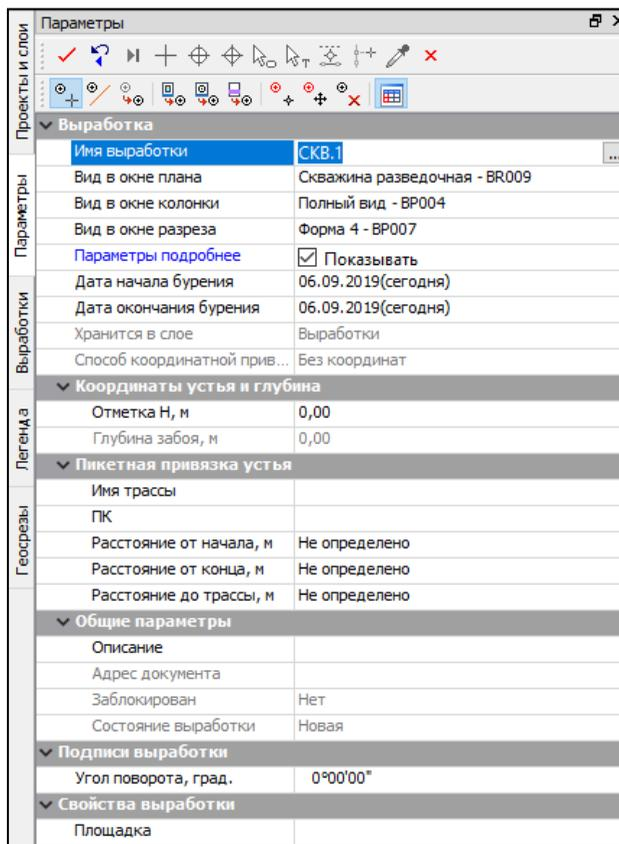

Рис. 6.2
3. В окне параметров задайте настройки как на рис. 6.2.